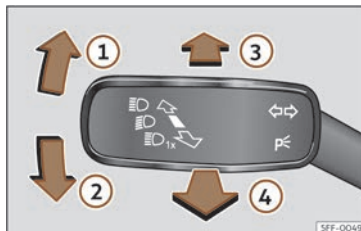

Fig. 97 Panca de intermitentes e de luz de estrada (segundo versións).
- Dende a posición de base, prema cara adiante a panca dos intermitentes e da luz da estrada»» **fig. 97** .
- **OU BEN:** coa luz de estrada conectada, puxe cara atrás da panca dos intermitentes e luz de estrada»» **fig. 97** .